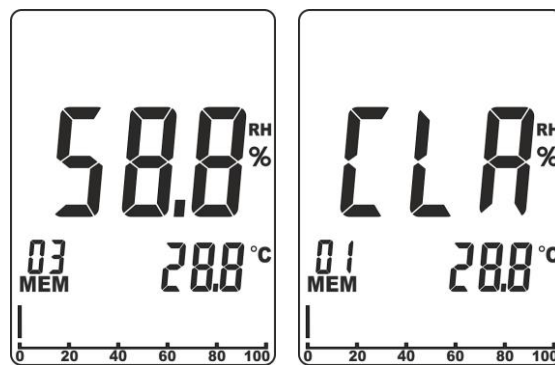

Abb. 4: Löschung des internen Speichers
1. Drücken Sie gleichzeitig die Tasten ◀ und ▶. Die Angabe der aktuellen Speicherstellung (siehe Abb. 4 – linke Seite) blinkt im Display.
2. Drücken und halten Sie die Tasten ◀ und **MEM/ALM** gleichzeitig für mindestens 3s. Die Meldung "CLR" erscheint im Display und die Angabe der Speicherstelle kehrt automatisch zu "01" zurück (siehe Abb. 4 – rechte Seite).